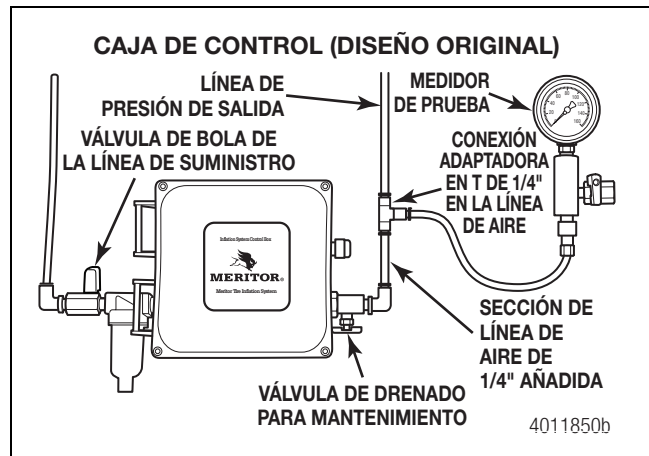
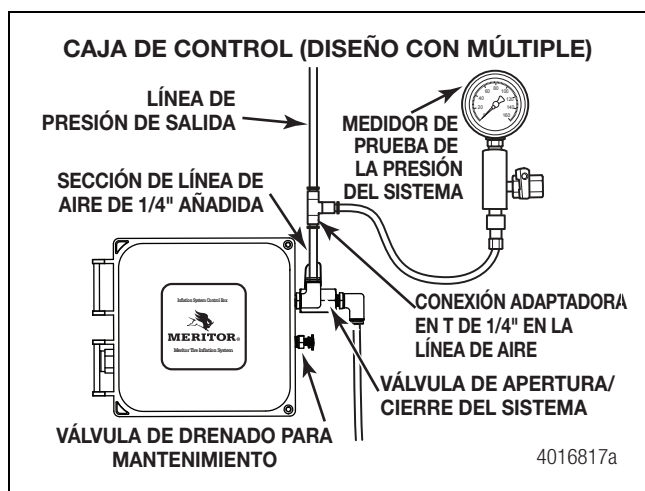

Figura 3.28
Figura 3.29
3. Coloque una conexión adaptadora en T de 1/4" en la línea de aire y una sección pequeña de 1/4" de línea de aire en el puerto de salida de la caja de control. Figura 3.28 y Figura 3.29.
4. Conecte el medidor de prueba y la línea de presión de salida a los puertos abiertos en la conexión en T de la línea de aire de 1/4". Figura 3.28.
5. Gire a la posición de "abierto" (ON) la válvula de bola de la línea de suministro y cargue totalmente el sistema.
- D. Gire a la posición de "abierto" (ON) la válvula de bola de la línea de suministro.